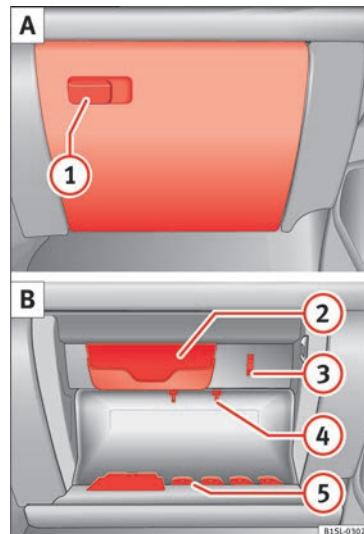

Fig. 123 Portaobjetos con tapa en el lado del acompañante.
Tire del asa para **abrir** » fig. 123 ①.